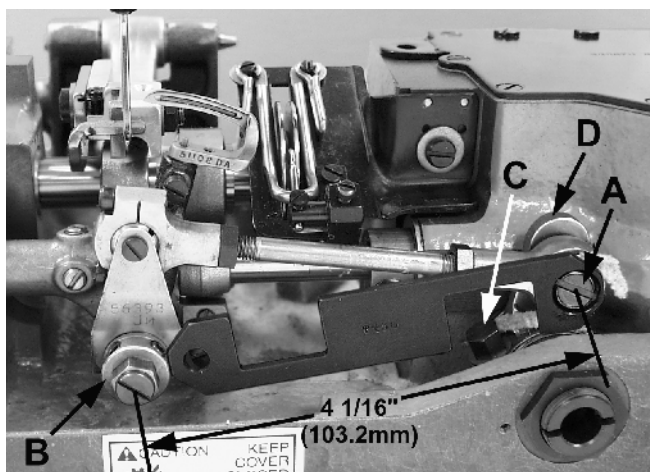

Fig 5
su recorrido (Fig. 5).
Suelte la tuerca (F) y ajuste el tornillo (E) para el avance del looper a 6 pulgadas por libra (7 cm/kg.); apriete la tuerca (F) otra vez. Con el looper en su posición de la extrema derecha de su recorrido, revise el ajuste de la conexión derecha de la palanca del accionamiento del looper utilizando el calibrador No. TT35. Suelte la tuerca (A, Fig. 5) y coloque el hueco del calibrador encima de la rosca del tornillo. El lado izquierdo del calibrador se debería encontrar con el lado derecho del cono del accionamiento del looper(B). En el caso que un ajuste sea necesario, suelte el tornillo (C), coloque el eje del accionamiento del looper (D) como requerido y apriete el tornillo (C) otra vez.